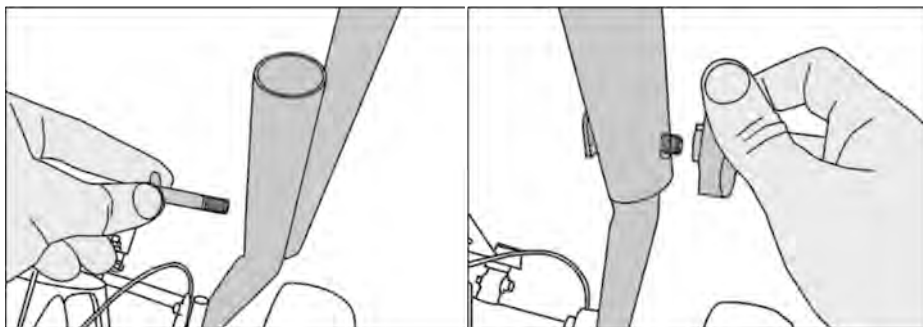

**Рис. 6**
3. Закрепите рукоятку управления при помощи болтов и барашковых гаек (рис.6).